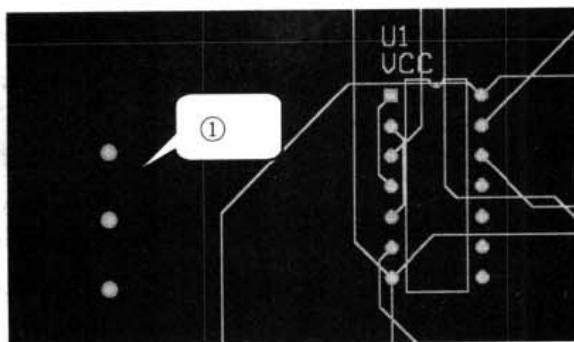

图 10-133 放置焊盘
- (3) 执行菜单命令 Place|Pad 后，光标变成十字形，将光标移动到需要放置焊盘的位置，单击鼠标左键，放置焊盘。其放置的焊盘，即如图 10-133 中①所示。